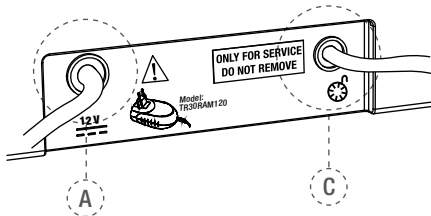

Fig. 2 Cara posterior de la unidad central
b. Inserte la clavija del cargador de la batería en la conexión (A, véase Fig. 2) situada en la cara posterior del aparato (en el capítulo 7.3.3 se proporcionan más detalles).
d. Enchufe el cable del pedal en la conexión situada en la cara posterior del aparato (C, véase Fig. 2).